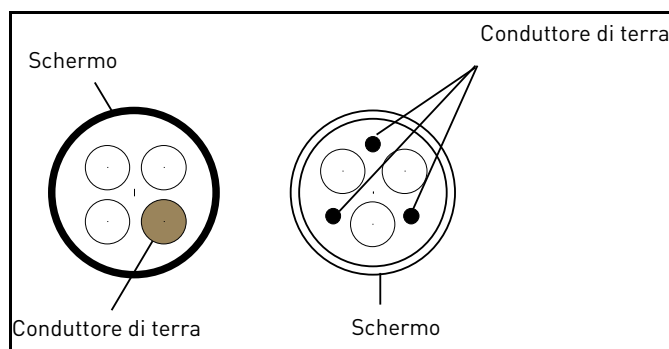

Figura 17.
- 2 = Cavo di alimentazione simmetrico dotato di filo protettivo concentrico e adatto alla specifica tensione di rete. (consigliato un cavo di tipo MCMK o simile). Si veda Figura 17.
- 3 = Cavo di alimentazione simmetrico dotato di schermo compatto a bassa impedenza e adatto alla specifica tensione di rete. [consigliato un cavo di tipo MCCMK, EMCMK o simile; consigliato un cavo con impedenza di trasferimento (1...30MHz) di massimo 100mohm/m]. Si veda Figura 17.